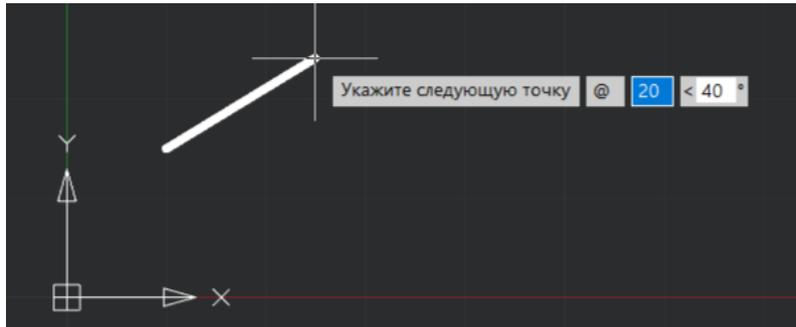

Рис. 3.11
2) Затем введите @20<40 (и нажмите Enter) (рис. 3.11).